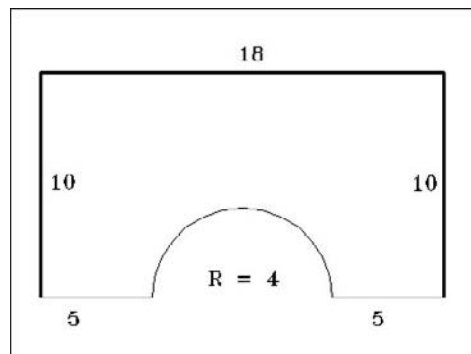

Fig.4.32
- [2] Spécifier le point de départ : par exemple 10,10 (fig.4.32).